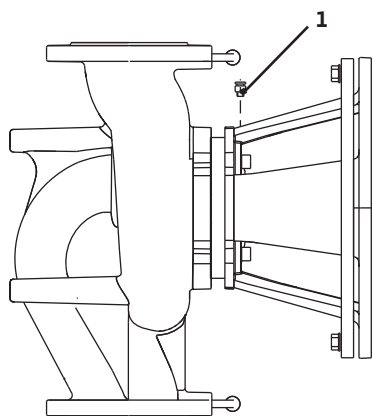

Fig. 38: válvula de ventilación
- Purgue las bombas soltando las válvulas de ventilación (fig. 38, pos. 1). La marcha en seco daña el cierre mecánico de la bomba. No purgue la sonda de presión diferencial (riesgo de daños).